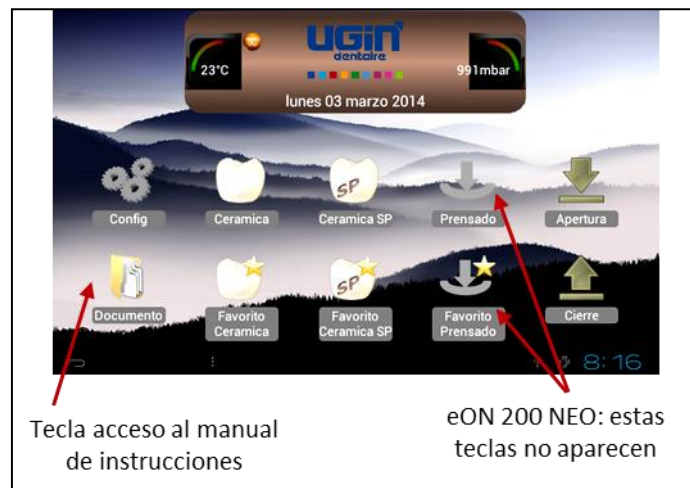

Fig 1: pantalla de inicio
- 9) Después de aproximadamente 40 segundos aparece la “pantalla de inicio” (Fig 1). Instalación terminada